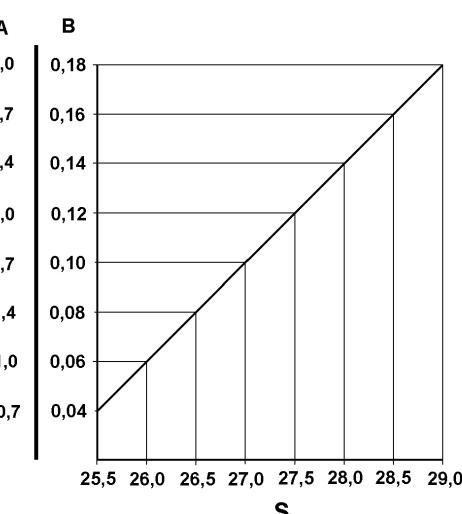

Fig. 4-3 Diagramme des débits
- A l'aide du diagramme des débits (Fig. 4-3), déterminer la cote de réglage S (y compris l'écart) pour le débit nécessaire.